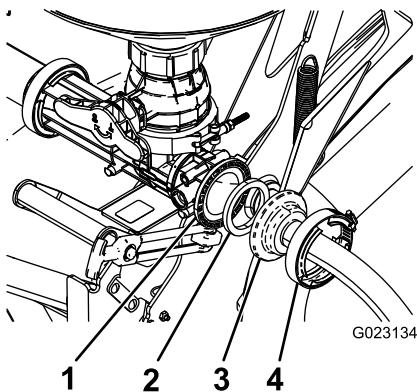

図 18
4. 吸液ホースの端部バルクヘッドについていない方を、エダクタバルブの開口部後方を向いている開口部に取り付けるガスケットとホースクランプを使用する 図 18。